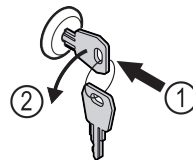

Fig. 167
- ▶ Schlüssel hineindrücken. Fig. 167 (1)
- ▶ Schlüssel um 90° gegen den Uhrzeigersinn drehen. Fig. 167 (2)